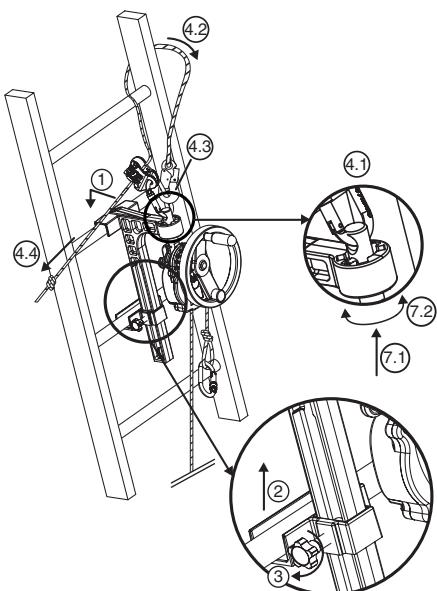

Fig. 6
#### 6.3.2. Apparecchio derope™ UP B (Fig.6)
1. Posizionare la grande console bloccabile sul piolo della scala nella posizione scelta per effettuare l'operazione di salvataggio, al di sopra della persona da evadere (Fig. 6, 1).
2. Far risalire lo slittone di bloccaggio a livello del piolo immediatamente al di sotto di quello che riceve la grande console (Fig. 6, 2).
3. Stringere l'asse di bloccaggio dello slittone mediante il pulsante di serraggio che si trova sul lato della console (Fig. 6, 3).
- Fissare il connettore del dispositivo di regolazione LCM 05 nel foro della parte superiore dell'asse di aggancio (Fig. 6, 4.1).
- Far passare il cordino di sicurezza attorno al piolo della scala situato al di sopra della console avvolgendolo intorno ad uno dei montanti della scala (Fig. 6, 4.2).
- Collegare il connettore del cordino di sicurezza al connettore del dispositivo di regolazione LCM 05 (Fig. 6, 4.3).
- Tendere il cordino di sicurezza tirando sull'estremità libera (Fig. 6, 4.4).
7. Orientare l'apparecchio derope™ secondo la necessità modificando la posizione dell'asse di aggancio nel dispositivo di posizionamento (Fig. 6, 7.1 – 7.2).